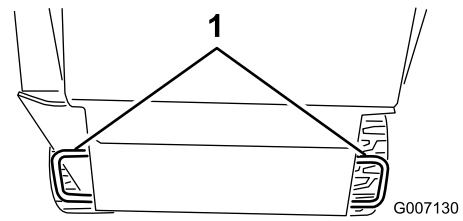
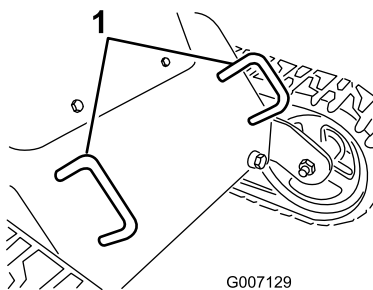

Figure 37
Figure 36
Vous pouvez soulever le groupe de déplacement en vous servant des points d'attache/de levage (Figure 36 et Figure 37).
3. Pour arrimer le groupe de déplacement sur la remorque, passez des chaînes ou des sangles dans les points d'attache/de levage situés à l'avant et à l'arrière (Figure 36 et Figure 37).